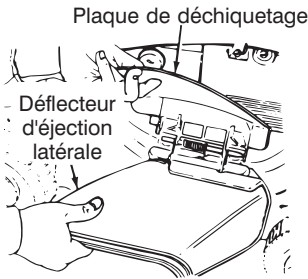

Figure 6
- Soulevez la plaque de déchiquetage. Faites glisser les deux crochets du déflecteur d'éjection latérale sous la goupille articulée de la plaque de déchiquetage. Abaissez l'ensemble de déchiquetage. Voir la figure 6.